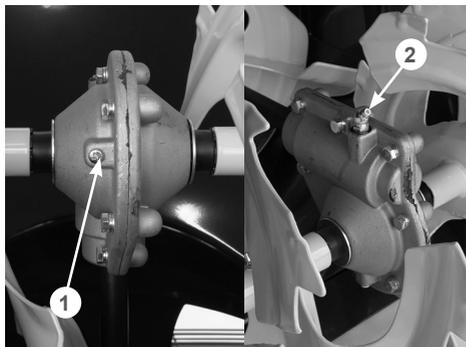

Рис. 43 Добавление смазки в редуктор
- выкрутите в нижней части редуктора винт 1 (Рис. 43);
- установите наконечник шприца на пресс-масленку 2 (Рис. 43) и добавляйте смазку в редуктор до тех пор, пока через отверстие в нижней части редуктора не начнёт выходить новая смазка;
- закрутите обратно винт 1 (Рис. 43).